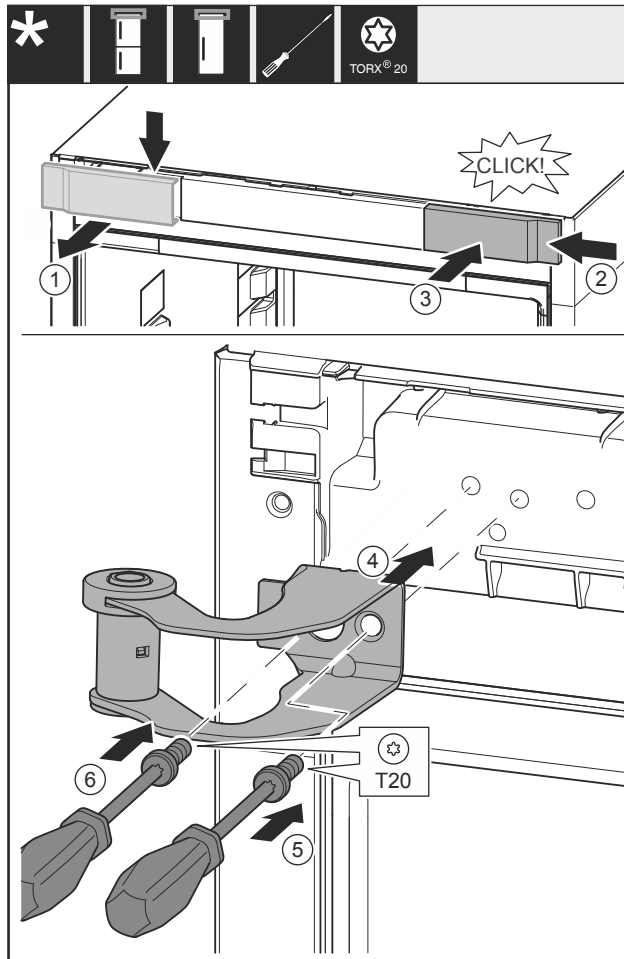

Fig. 16
- ▶ Abdeckung Fig. 16 (1) von oben nach vorne abnehmen.
- ▶ Abdeckung Fig. 16 (2) um 180° gedreht auf der anderen Seite von rechts einhängen.
- ▶ Abdeckung Fig. 16 (3) einrasten.
- ▶ Oberen Lagerbock Fig. 16 (4) ansetzen.
- ▶ Schraube Fig. 16 (5) festdrehen.
- ▶ Schraube Fig. 16 (6) festdrehen.